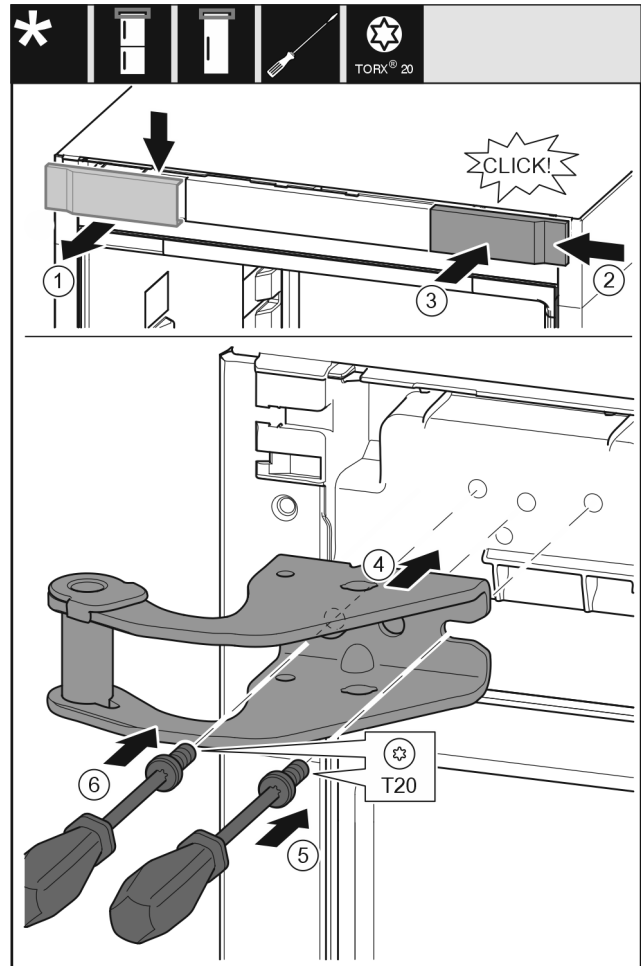

Fig. 12
- Võtke kate ülaltpoolt ettepoole ära. Fig. 12 (1)
- Haakige kate 180° pööratult teisel küljel paremalt külge. Fig. 12 (2)
- Fikseerige kate. Fig. 12 (3)
- Pange ülemine laagripukk kohale. Fig. 12 (4)
- Pange kruvi kruvikeerajaga T20 kohale ja keerake kinni. Fig. 12 (5)
- Pange kruvi kruvikeerajaga T20 sisse ja keerake kinni. Fig. 12 (6)